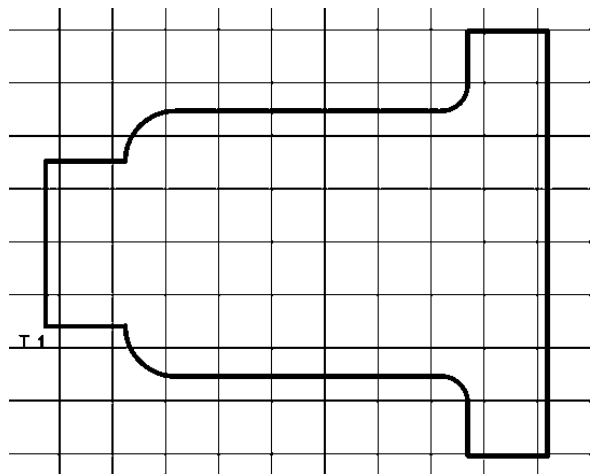

Рис. 57. Создание контура
2. Создание контура (рис. 57):